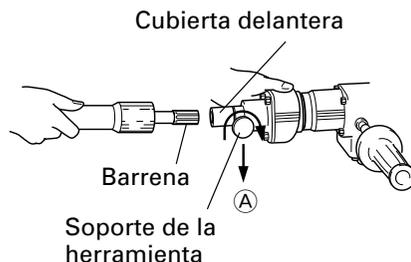

Fig. 3
- (1) Limpie y engrase la espiga con la grasa proporcionada.
- (2) Deslice el soporte de la herramienta en la dirección de la flecha **A** y gírela 180°. Gire la ranura de la barrena hacia abajo e introdúzcala completamente en el orificio hexagonal de la cubierta frontal. (Fig. 3)
- (3) Gire el soporte de la herramienta y alinee la marca de la cubierta frontal con la marca del soporte de la herramienta para fijarlo.